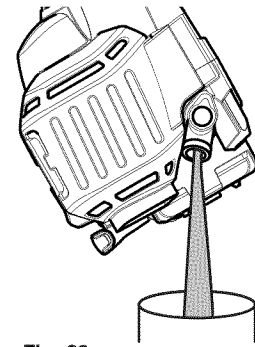

Fig. 28
3. Incline la unidad verticalmente para verter el aceite fuera del orificio de llenado de aceite y al interior del recipiente (Fig. 28). Deje bastante tiempo para que se drene completamente.